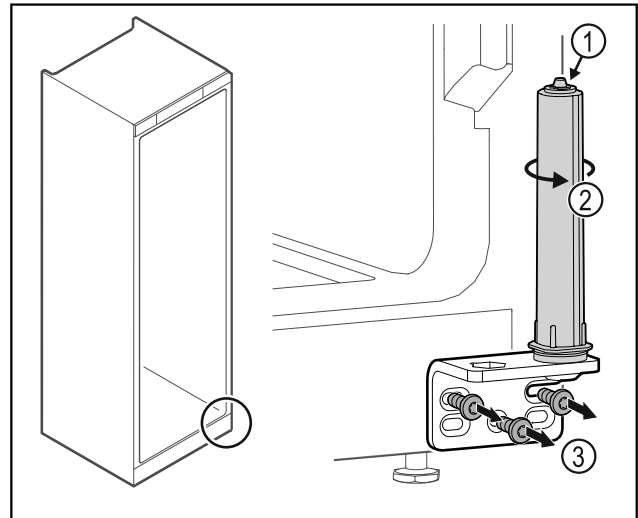

Fig. 39
- Türschließsystem Fig. 39 (1) nicht zerlegen.
- Schließsystem Fig. 39 (2) drehen, bis es klickt.
- Scharnierwinkel abschrauben Fig. 39 (3).